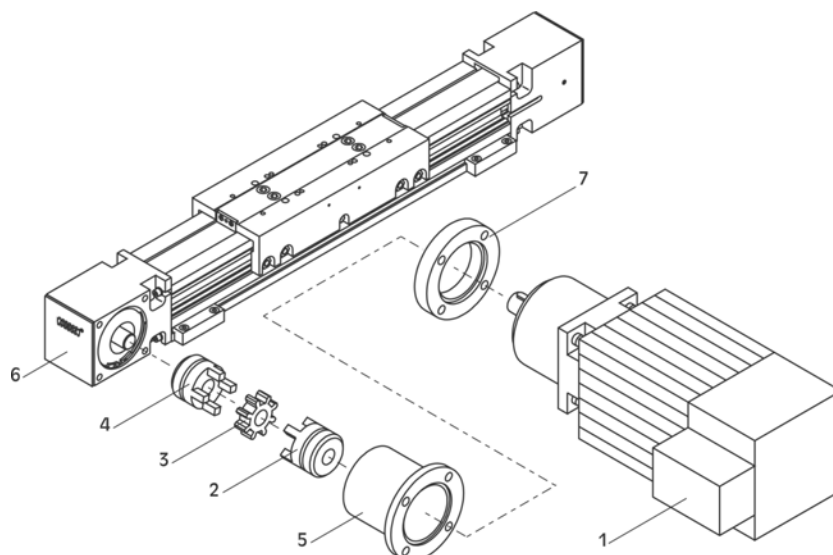

Figure 6: Entraînement électrique WIESEL SPEEDLine®
1. **Figure 6 et 7:** Poser le moteur (1) à côté de l'unité linéaire, dans la position de montage.
3. Monter une moitié de l'accouplement (4) sur l'arbre d'entraînement de l'unité linéaire (voir chapitre 10 "Caractéristiques techniques").
4. Fixer la lanterne (5) sur le logement du palier fixe (6) avec quatre vis.
5. Pousser le pignon (3) sur le demi-accouplement fixé sur l'unité linéaire.
6. Monter la deuxième moitié de l'accouplement (2) sur le tourillon d'entraînement du moteur (voir chapitre 10 "Caractéristiques techniques").
7. Fixer le moteur avec le demi-accouplement sur la lanterne (5) au moyen de quatre vis. (éventuellement avec bride intermédiaire (7)). Veiller à ce que des efforts de pression axiaux n'agissent pas sur l'arbre du moteur.